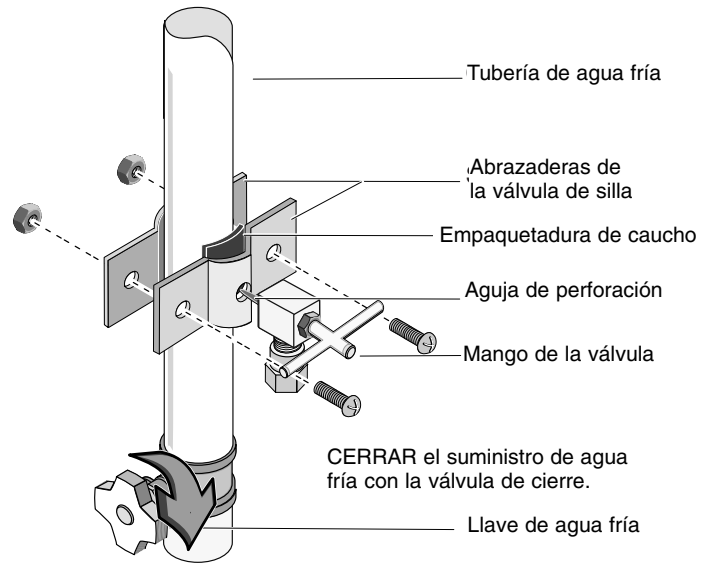

Figura 5
Instale la válvula de silla, consulte la figura 5.
9. Instale la válvula de silla en la tubería de agua fría según se ilustra en la Figura 5.